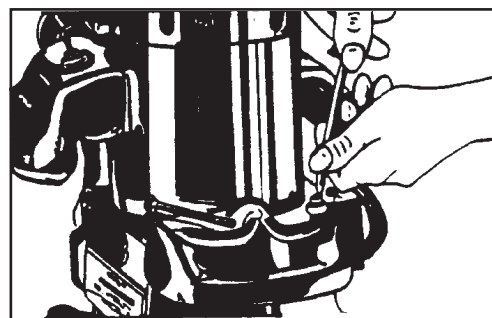

Figure 10
1. Enlevez les deux vis qui maintiennent le protège-lampe à son longement. Voir Figure 10.